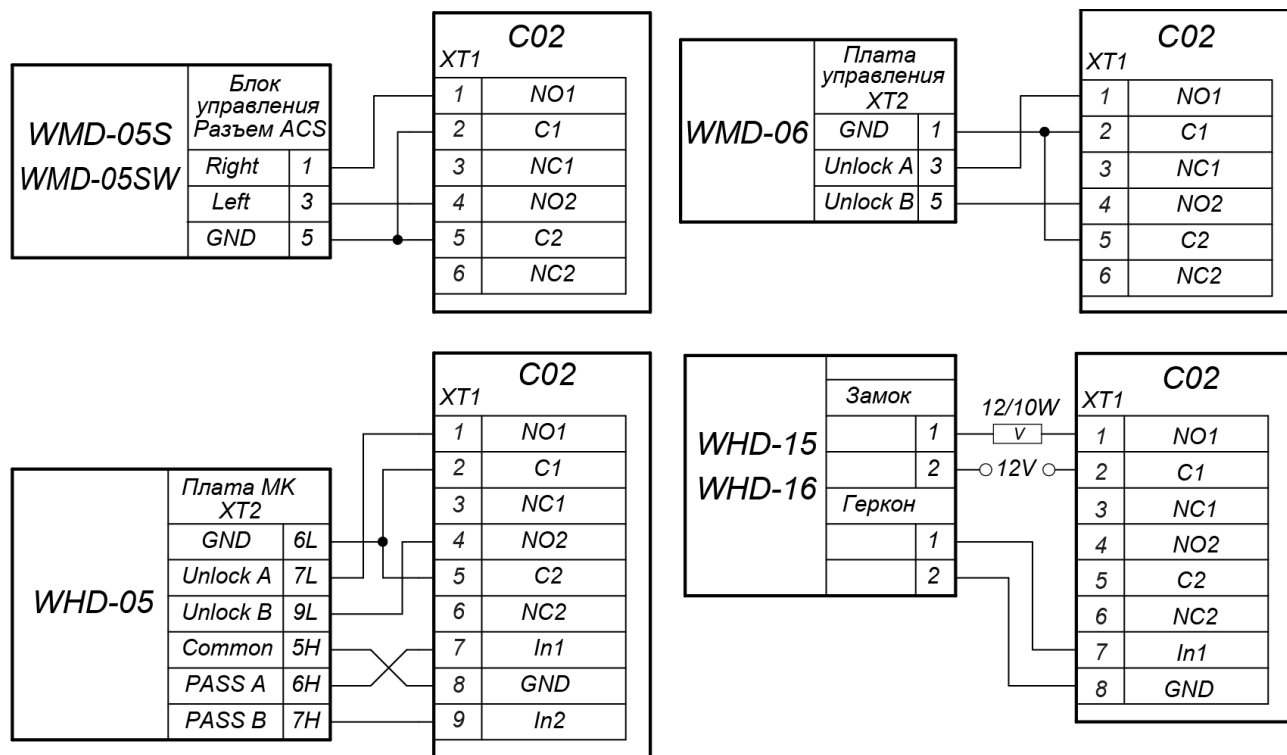

Рисунок 5. Схемы подключений калиток
3. Кнопка ДУ «Выход» замка, при необходимости ее установки, подключается к нажимной колодке **XT1** (см. рис. 5).
4. Датчик двери (геркон) подключается к нажимной колодке **XT1** (см. рис. 5). Датчик двери с замком, управляемым выходом **OUT1**, подключается к входу **IN1**, выходом **OUT2** – к входу **IN2**. Датчик двери должен быть смонтирован таким образом, чтобы при закрытой двери обеспечивалось устойчивое его срабатывание.